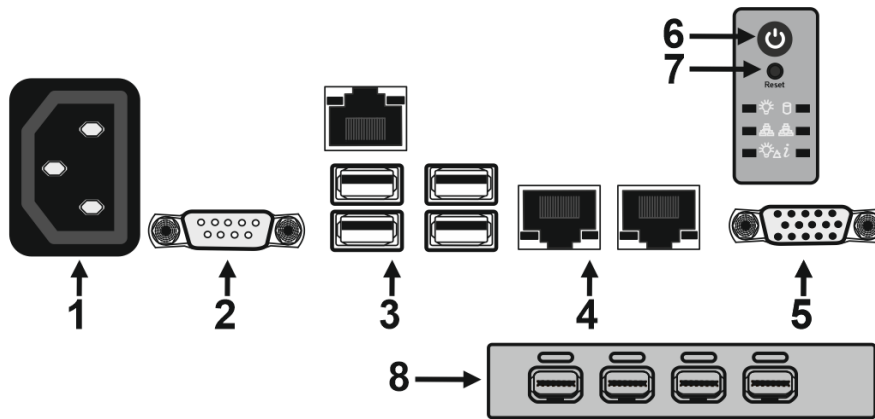

Рисунок 3. Назначение элементов системного блока.
2.8 Назначение элементов системного блока представлено на рис. 3: